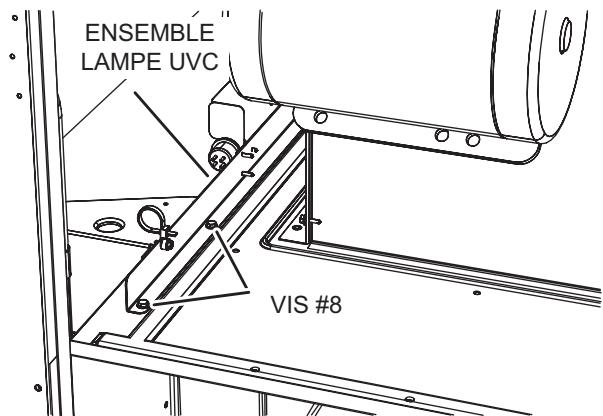

FIGURE 43
- Placer délicatement l'ensemble UVC sur le support du ventilateur. Aligner les trous de fixation de l'ensemble UVC sur les trous de fixation du support du ventilateur. Voir FIGURE 43. Utiliser les vis n° 10 fournies pour fixer l'ensemble UVC.